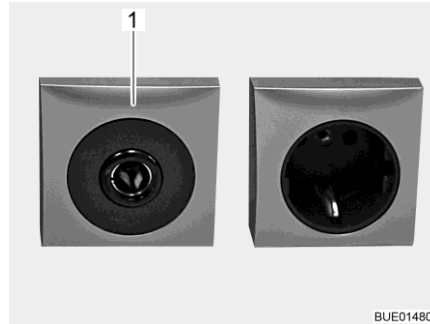

Bild 119 Steckdose 12 V/10 A
- ▷ An die Steckdosen (Bild 119,1) des 12-V-Bordnetzes nur Geräte mit maximal 10 A anschließen.